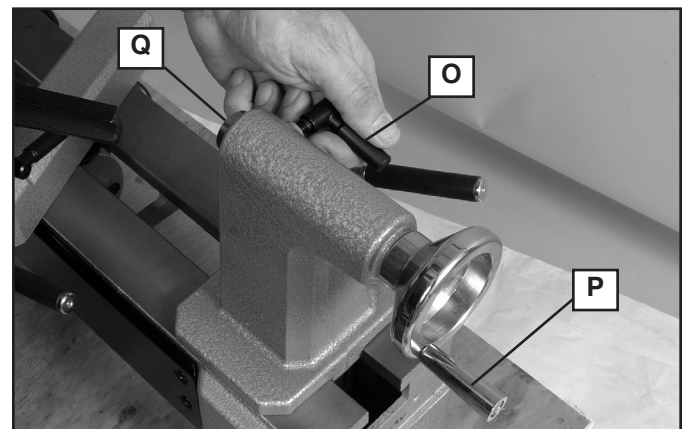

Fig. 12
El tornillo de bloqueo del eje hueco (O) Fig. 12 fija el eje hueco (Q) en su lugar cuando se utiliza con el centro giratorio suministrado u otros accesorios del torno.